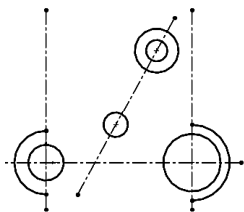

图 2-98 绘制圆
⑤ 单击“草图”面板中的“圆”按钮, 弹出“圆”属性管理器。分别在斜中心线上绘制 3 个圆, 单击“确定”按钮, 如图 2-98 所示。